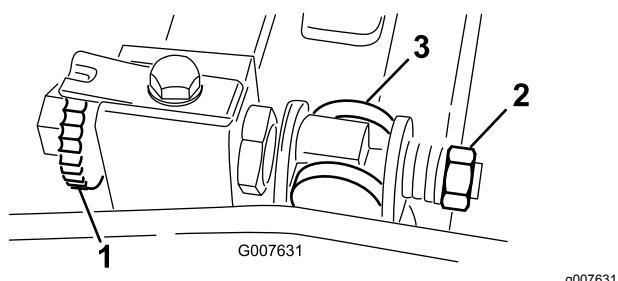

図 56
- ベッドバー調整ねじを左に回して下刃とリールの接触を完全になくす 図 56。
- スプリングテンションナットをゆるめて、ワッシャがベッドバーを全く押さないようする 図 56。